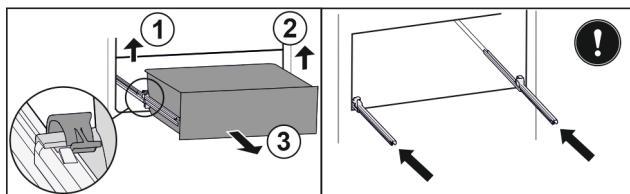

Fig. 156
- ▶ Zvedněte levou svorku a současně vytáhněte zásuvku vlevo dopředu. Fig. 156 (1)
- ▶ Zvedněte pravou svorku a současně vytáhněte zásuvku vpravo dopředu. Fig. 156 (2)
- ▶ Vyjměte zásuvku dopředu. Fig. 156 (3)